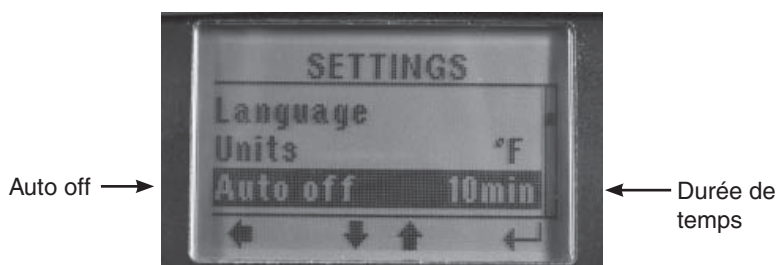

Figure 14. Auto Off
3. Utiliser les bouton Monte/Descend pour défiler sur « Auto off » (Figure 14)